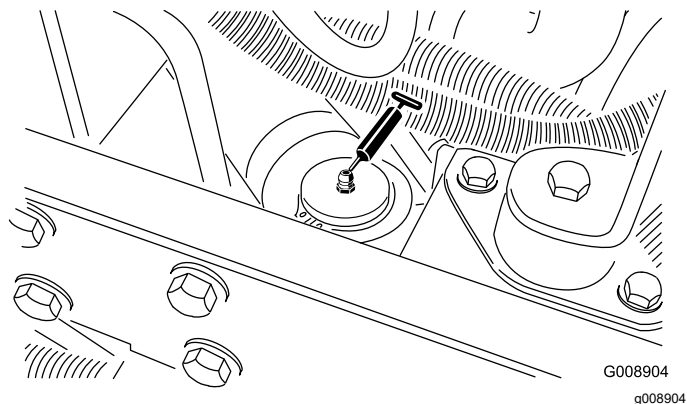

Figura 43
- Cilindru de direcție (Figura 43)